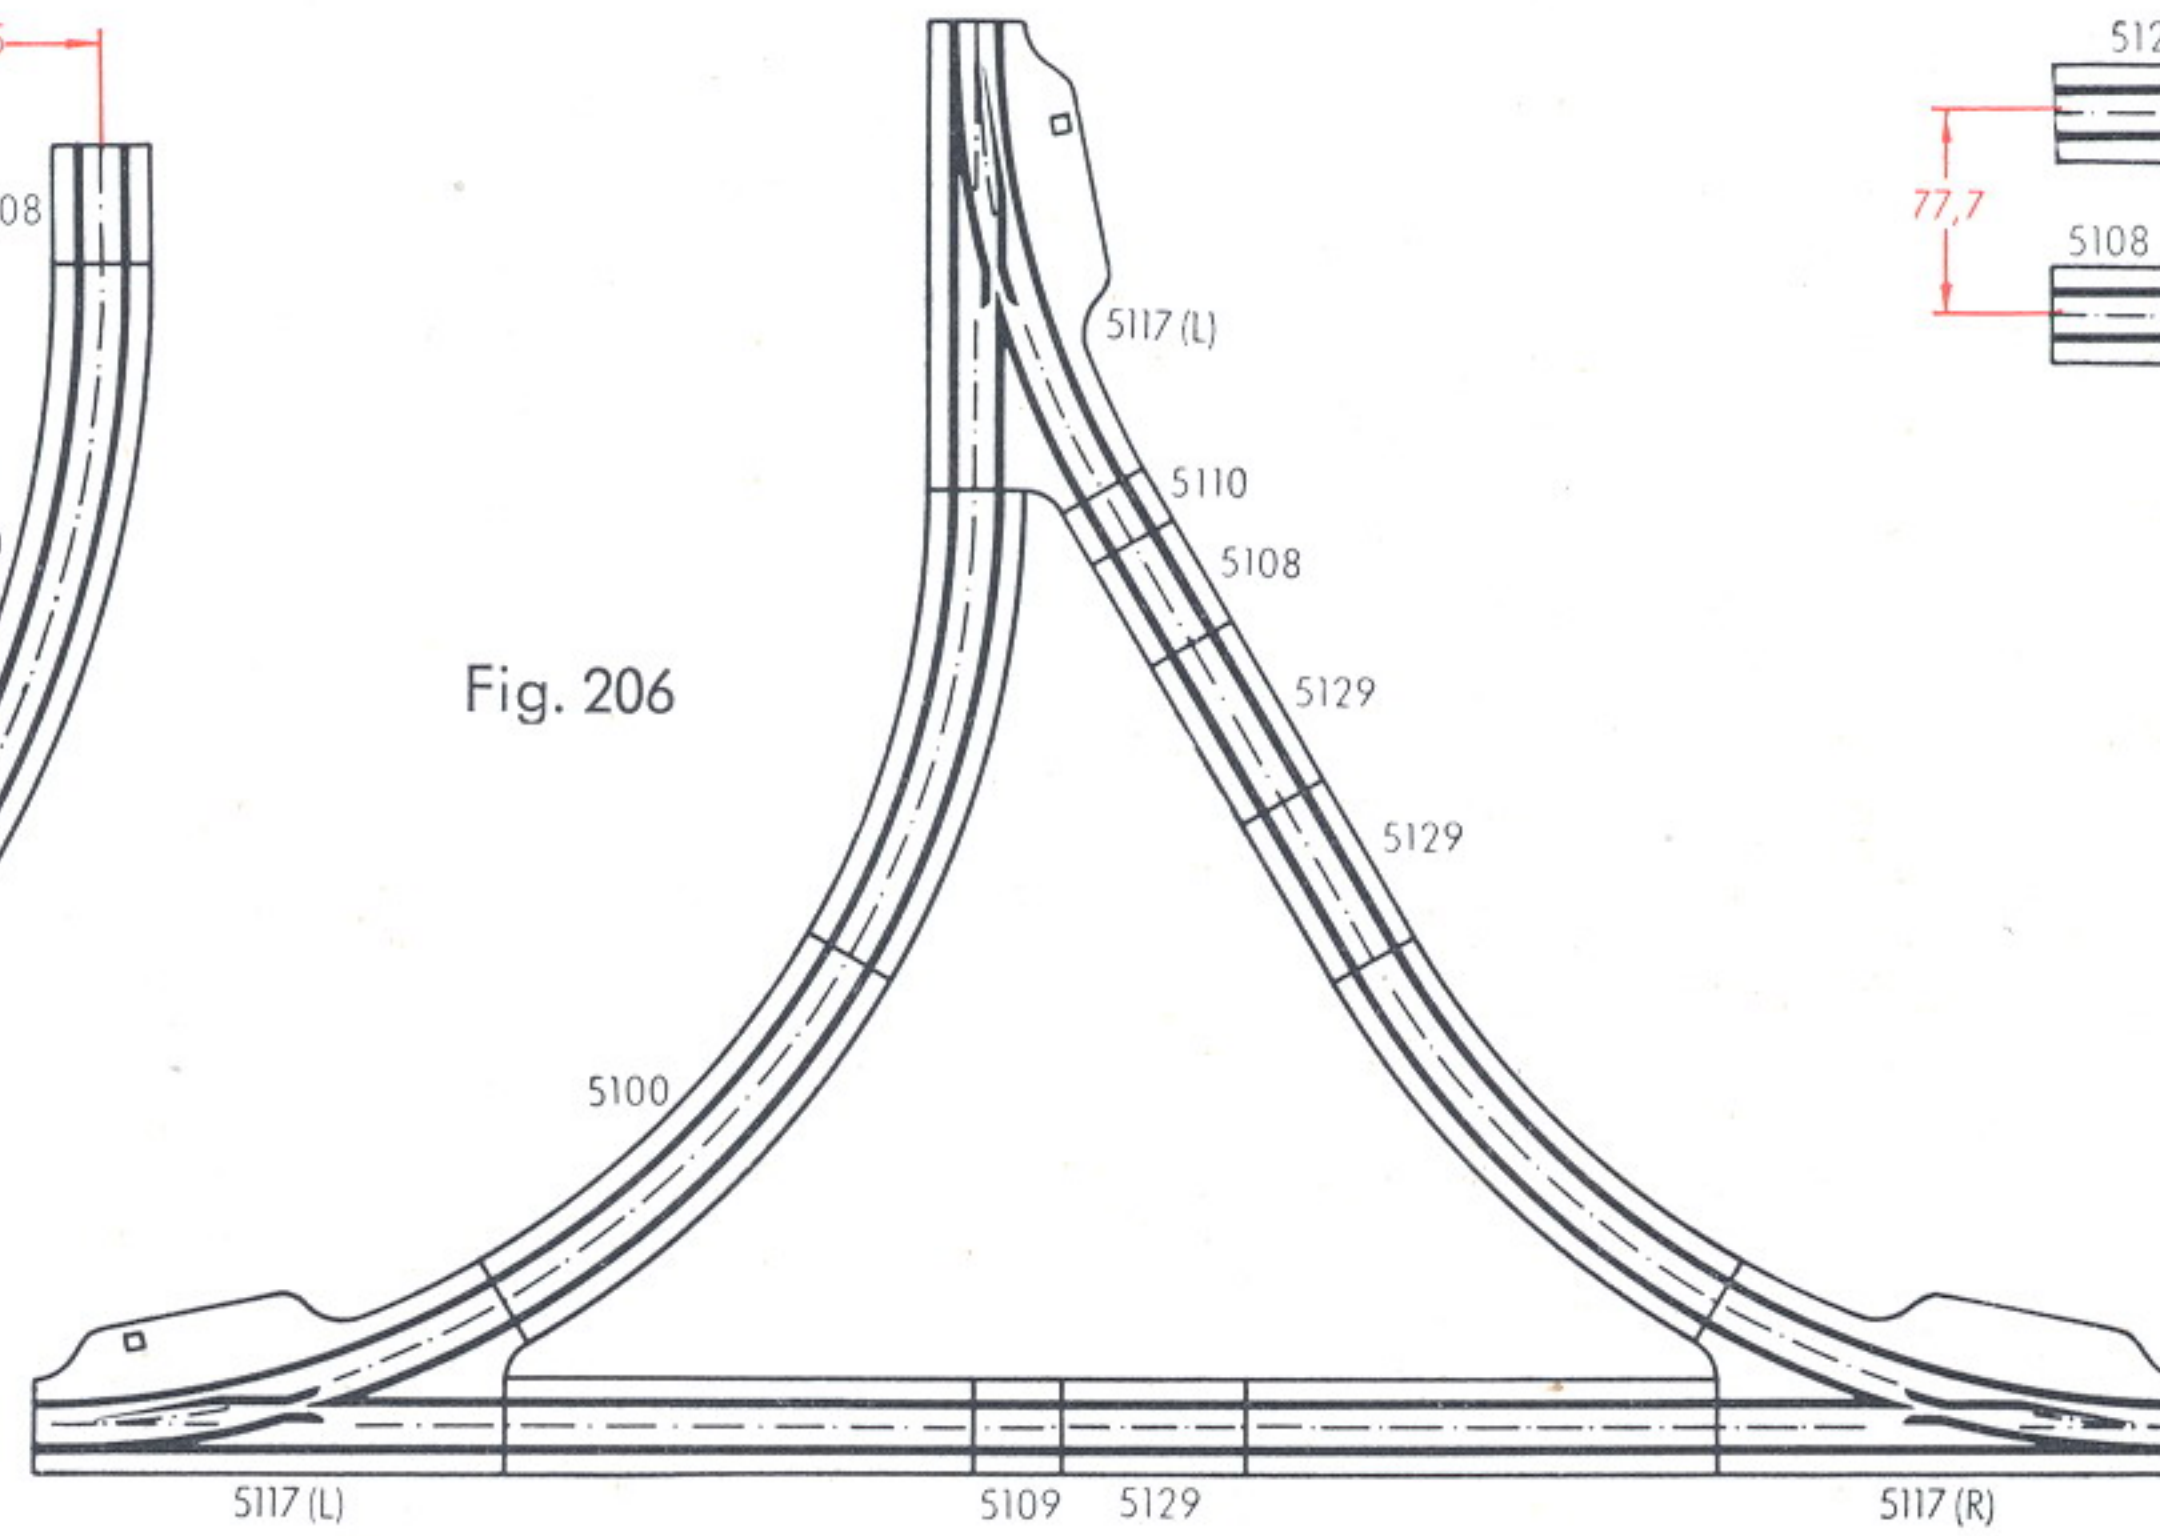
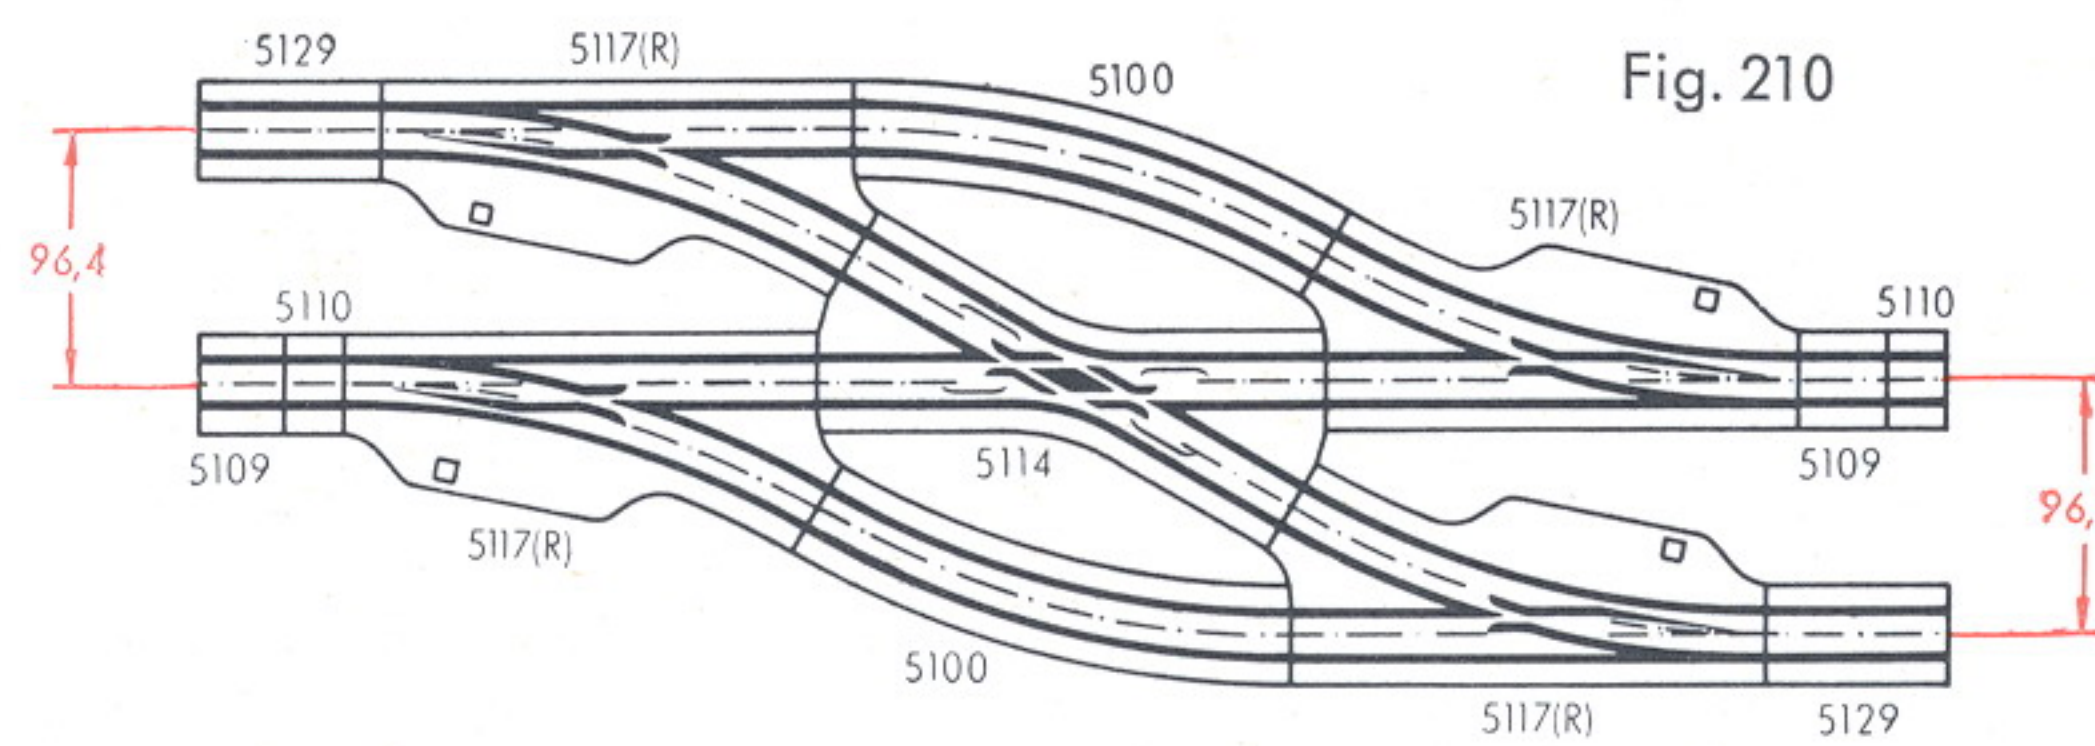

Fig. 206
Fig. 210
Das in Fig. 206 gezeigte Gleisdreieck hat die mit MÄRKLIN-Standard-Weichen und Gleisen kleinstmöglichen Abmessungen. Fig. 210 zeigt eine doppelte Gleisverbindung unter Verwendung der Kreuzung 5114 und vier rechten Weichen 5117 (R) oder 5121 (R); diese Figur kann in ähnlicher Weise mit linken Weichen gebaut werden.